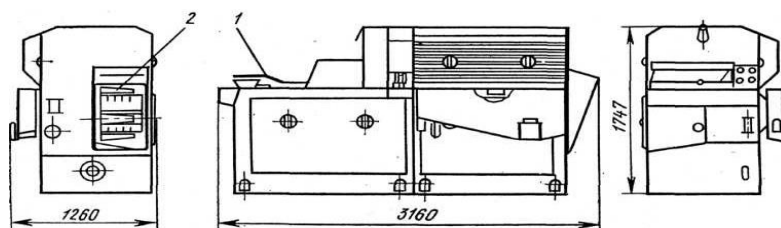

Рис. 2. Разделочная машина А8-ИР2-С
26. Выполнить чертёж машины (рис. 2) в масштабе 1:2.
27. Выполнить чертёж машины (рис. 2) в масштабе 1:2,5.
28. Выполнить чертёж машины (рис. 2) в масштабе 1:4.
29. Выполнить чертёж машины (рис. 2) в масштабе 1:5.
30. Выполнить чертёж машины (рис. 2) в масштабе 1:10.
31. Выполнить чертёж машины (рис. 2) в масштабе 1:15.
32. Выполнить чертёж машины (рис. 2) в масштабе 1:20.
33. Выполнить чертёж машины (рис. 2) в масштабе 1:25.
34. Выполнить чертёж машины (рис. 2) в масштабе 1:40.
35. Выполнить чертёж машины (рис. 2) в масштабе 1:50.
36. Выполнить чертёж машины (рис. 2) в масштабе 1:75.
37. Выполнить чертёж машины (рис. 2) в масштабе 1:100.
38. Выполнить чертёж машины (рис. 2) в масштабе 1:200.
39. Выполнить чертёж машины (рис. 2) в масштабе 1:400.
40. Выполнить чертёж машины (рис. 2) в масштабе 1:500.
41. Выполнить чертёж машины (рис. 2) в масштабе 1:800.
42. Выполнить чертёж машины (рис. 2) в масштабе 1:1000.
43. Выполнить чертёж машины (рис. 2) в масштабе 1:1.
44. Выполнить чертёж машины (рис. 2) в масштабе 2:1.
45. Выполнить чертёж машины (рис. 2) в масштабе 2,5:1.
46. Выполнить чертёж машины (рис. 2) в масштабе 4:1.
47. Выполнить чертёж машины (рис. 2) в масштабе 5:1.
48. Выполнить чертёж машины (рис. 2) в масштабе 10:1.
49. Выполнить чертёж машины (рис. 2) в масштабе 20:1.
50. Выполнить чертёж машины (рис. 2) в масштабе 40:1.